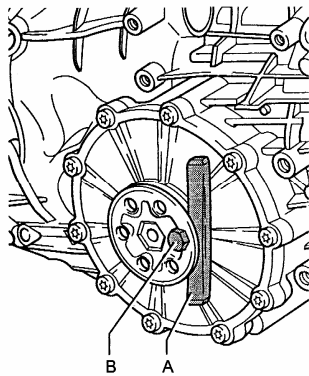

图 12-110 拆卸法兰轴
- (1) 向左转动转向装置至停止位。
- (2) 拆下右传动轴上方的护板, 如果左传动轴上方有护板的话, 也应拆下。
- (3) 把盛油盘放到下面。
- (4) 从法兰轴上旋松传动轴, 操作时尽可能地把传动轴向上贴紧, 这样就不会损坏传动轴的油漆。
(5) 将一把起子或间隔 A 垫在法兰轴下面, 转动螺栓 B, 把法兰轴从差速器行星齿轮中拉出, 如图 12-110 所示。如有困难, 可转动法兰轴, 也可将螺栓转入相应位置的螺丝孔中。